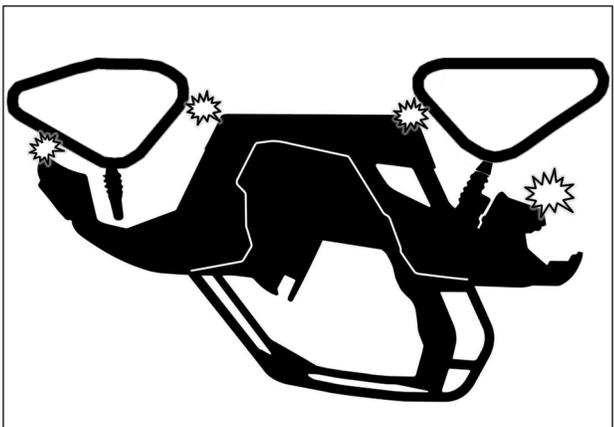

Fig. 23
2. Vérifier s'il y a possibilité de contact entre le système de traction et les coins inférieurs des ailes. Voir la Fig. 23